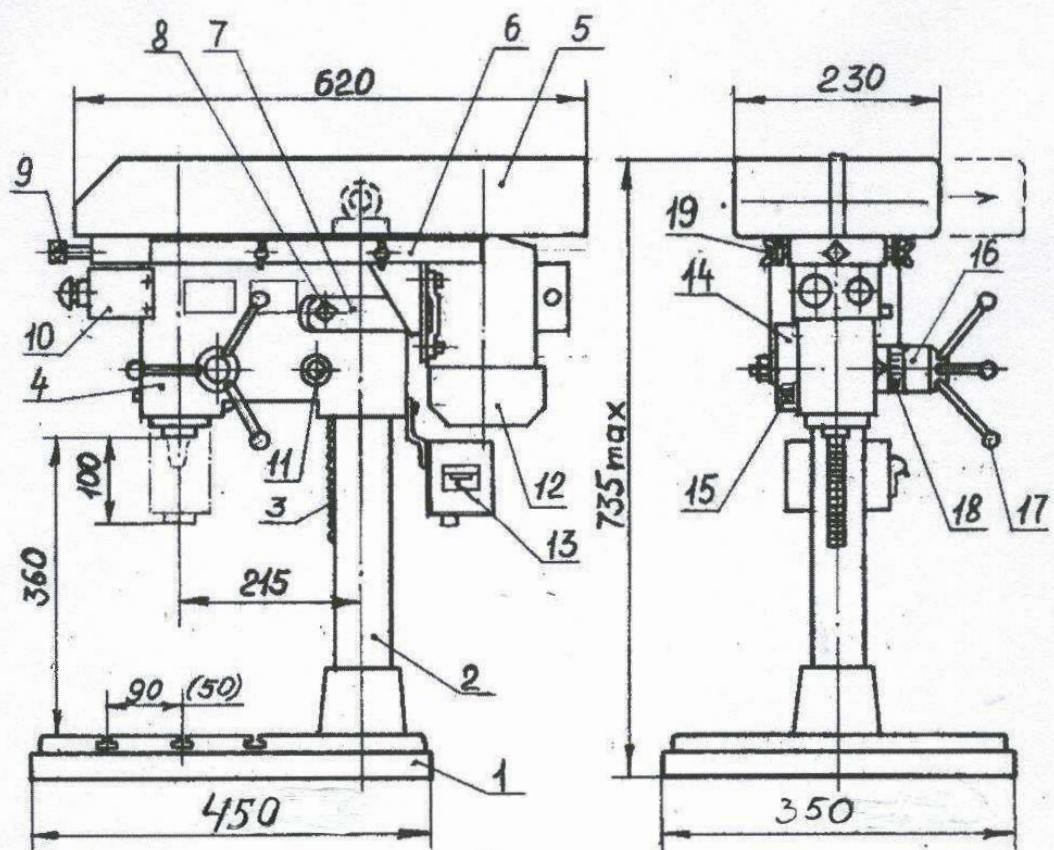

Рис.1
1.2.1. Основные параметры и размеры сведены в таблицу 1. Дополнительные конструктивные размеры приведены на рис.1 и рис.2.
1.3.1. Общий вид станка с обозначением составных частей изображен на рис.1, рис.2, рис.3.
1.4.1. Конструктивно станок (рис.1,2,3) смонтирован на литой плате 1, на которой закреплена стойка 2 с рейкой 3. По стойке перемещается с помощью вала – шестерни реечной 11 траверса 4. От самопроизвольного перемещения траверсы по стойке предохраняет планка тормозная 7 прижим которой регулируется винтом 8. В траверсе 4 размещен шпиндельный узел состоящий из самого шпинделя 23 и пиноли 24. Шпиндель 23 своим нижним концом закреплен через подшипники в пиноли 24 при помощи гайки 25 (с левой резьбой), кольца 26 и сальника 27. Верхним шлицевым концом шпиндель 23 через втулку 21 связан со шкивом 20 ременной передачи. Втулка 21 установлена с возможностью вращения через подшипники в стакане 22, жестко закрепленном на траверсе 4.
#### 1.4.2. Станок работает следующим образом (рис.1).: